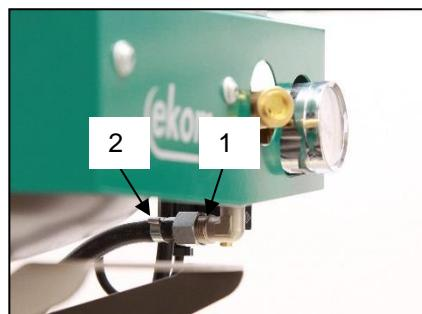

Fig. 7
13.1. Sortie d'air comprimé (Fig. 7)